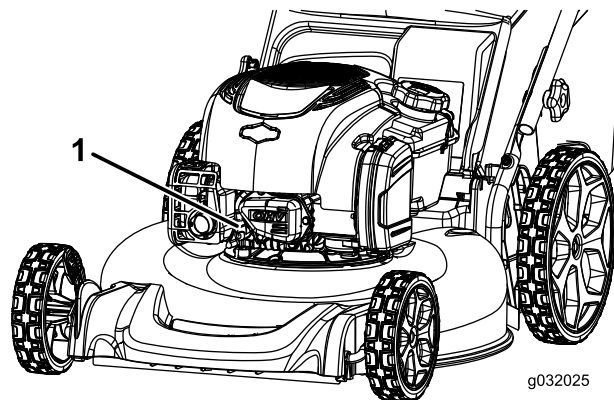

Figura 24
2. Desligue o fio da vela de ignição da vela de ignição (Figura 24) antes de executar qualquer procedimento de manutenção.